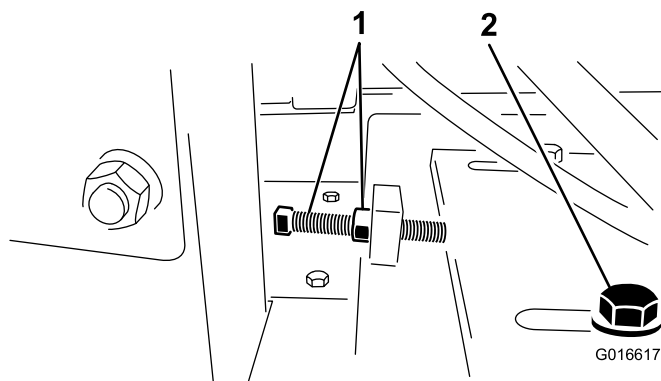

Figura 26
4. Afloje el perno tensor de la correa y la contratuercas (Figura 26).
4. Afloje el perno tensor de la correa y la contratuerca, y mueva el motor hacia la carcasa del volante para aflojar la correa (Figura 26).